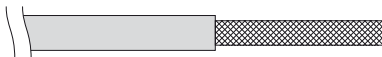

Fig. 4-9
- (1) Rimuovere la guaina di protezione facendo attenzione a non danneggiare la schermatura di fili intrecciati (Fig. 4-9).